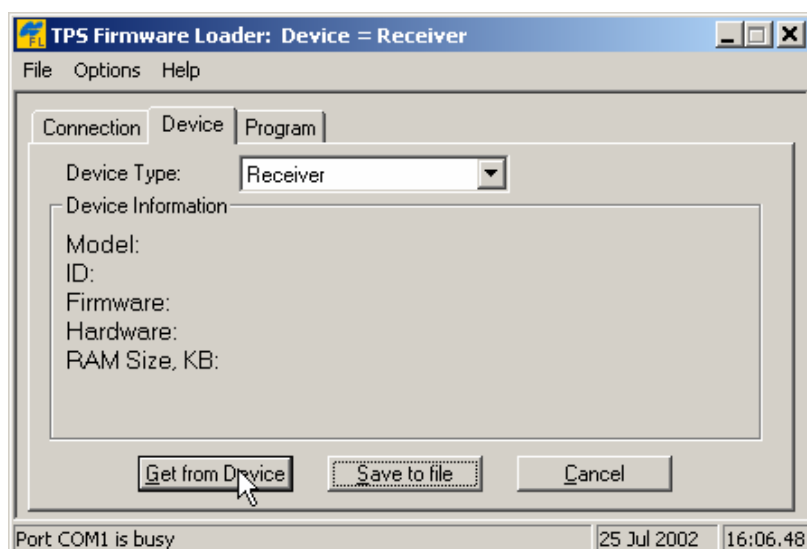

Рисунок 4-14. Установка типа устройства - Receiver
1. В программе FLoader выберите вкладку *Device*, в ней выберите значение *Receiver* (Приемник) для поля *Device Type* (Тип устройства). После этого щелкните на кнопке *Get from Device* (Опросить устройство) для получения сведений об устройстве, см. рис. 4-14 на стр. 4-24.